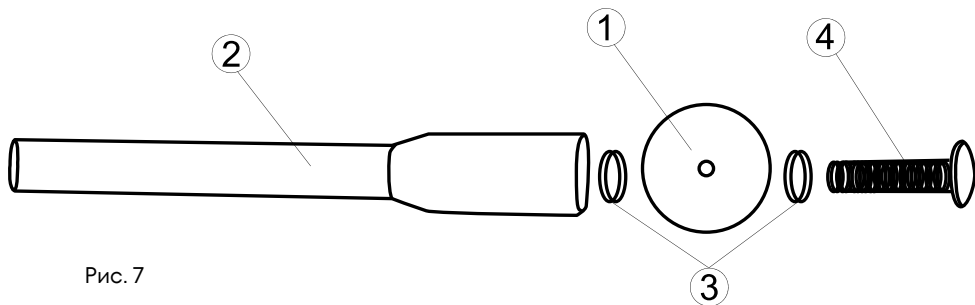

Рис. 7
- Для выполнения отрезных операций установите отрезной круг 1 (рис. 7) на державку 2 (рис. 7), подложив под него шайбу 3 (рис. 7). Сверху установите аналогичную шайбу 3 (рис. 7) и крепко затяните винт 4 (рис. 7) по часовой стрелке с помощью отвертки.